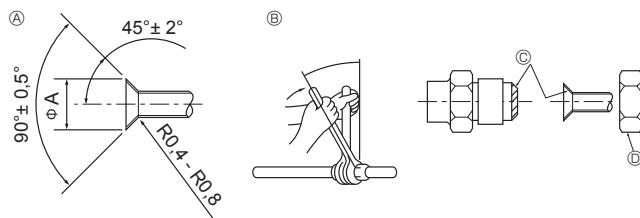

Fig. 4-1
4.2. Rohranschlüsse (Fig. 4-1)
④ Anzugsdrehmoment für die Konusmutter